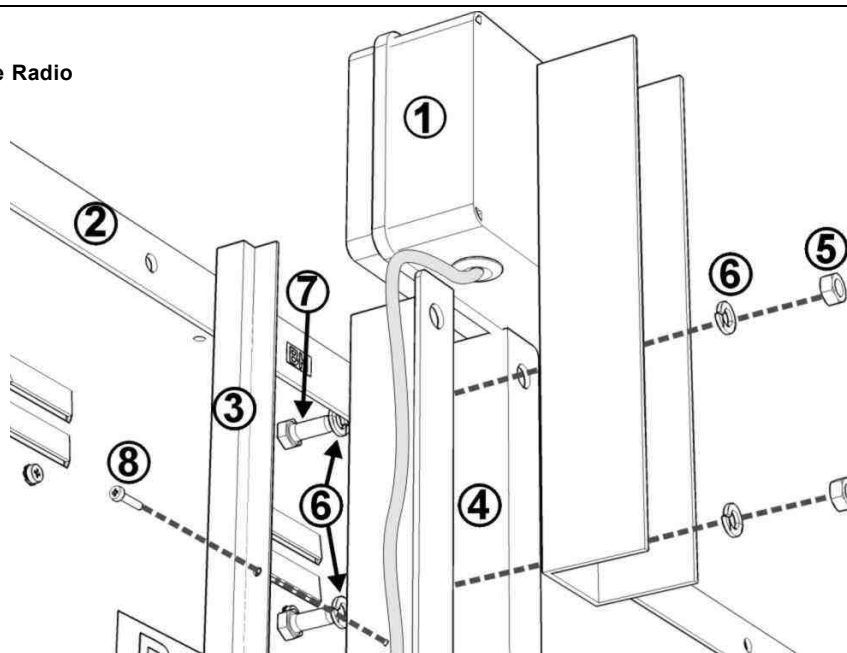

Fig. 3: Particolare del fissaggio
1. Dalla staffa verticale con profilo a 'Ω', a destra del tabellone (vista posteriore), togliere il dado e la rondella di chiusura della vite **M8x20** superiore di fissaggio (Fig. 3).
2. Allineare la staffa di supporto del ricevitore ai 2 fori della staffa a 'Ω' come in Fig. 3 e poi bloccarlo con le viti **M8x20** e relative rondelle e dadi.
3. Fissare la canalina passacavi per il passaggio del cavo sulla staffa a 'Ω' del Tabellone come in Fig. 3.